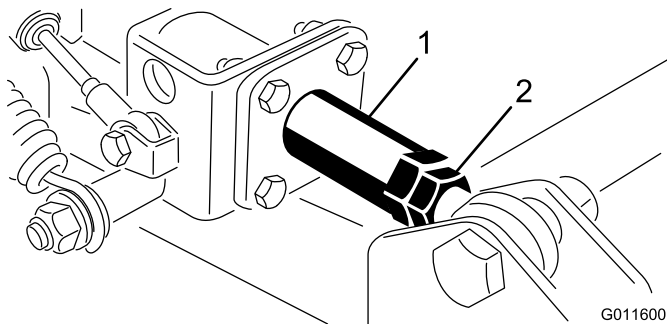

**Bild 7**
- Legen Sie eine rechteckige oder gerade Kante gegen die Mähwerkschweißstelle, die die Laufradgabel enthält (Bild 7). Verwenden Sie nicht die Laufradgabel selbst.
äußeren Kante) und der geraden Kante an zwei Stellen, wie in Bild 7 dargestellt. Aufgrund von Kanten- und Lackierunregelmäßigkeiten ist die äußere Kante kein zuverlässiger Messpunkt. Der Unterschied dieser zwei Werte sollte nicht über 3 mm liegen.